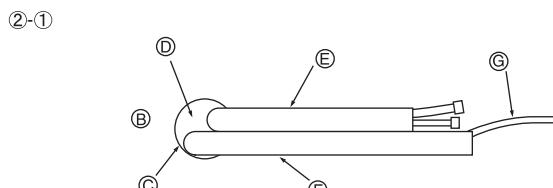

Fig. 3-5
② Sol ve arka sol boru bağlantıları
- ②-① Arka sol boru bağlantısı için, boruların doğru uzunluğunu saptamak amacıyla boruları delikten çekip çıkarınız ve sonra da bükünüz. İç ünite duvar montaj mesnedine asılı olmalıdır. (Fig. 3-5)